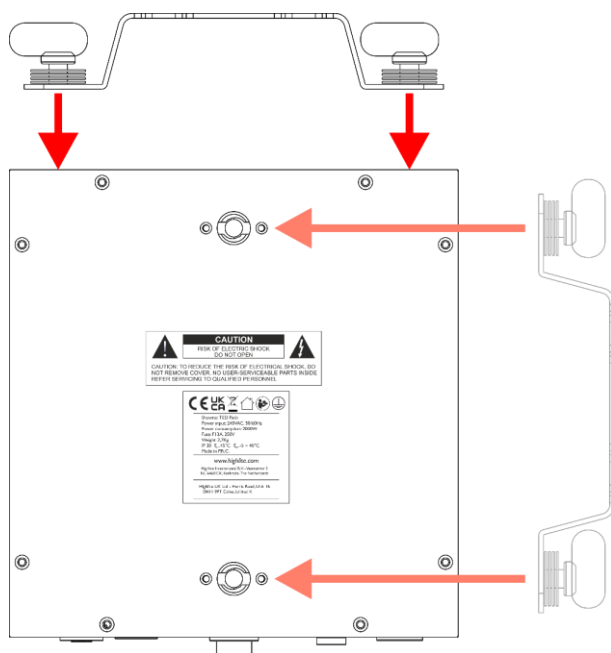

Fig. 08
- 01) Fissare la staffa di bloccaggio rapido, fornita con il dispositivo, sui **fori di montaggio per la staffa di bloccaggio rapido (15) o (16)**. Sarà possibile posizionare la staffa di bloccaggio rapido sulla piastra superiore del dispositivo o sulla piastra posteriore del dispositivo, come illustrato nella Fig. 08.